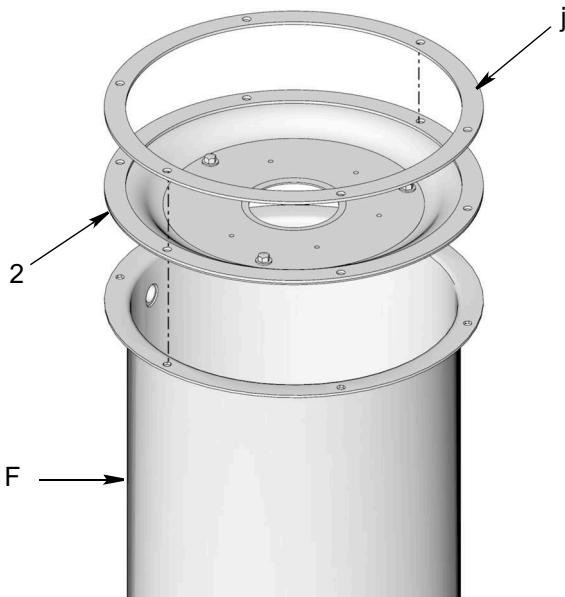

図 6
1. ダイアフラム (2) をリザーバー (F) (図 6) に合わせ、ダイアフラムの縁にある穴をリザーバーの上部の穴に合わせます。ダイアフラムの正しい方向については 図 6 を参照してください。
**注:** ダイアフラム (2) には 6 個のバルブがあります (図に示されてはいません)。ダイアフラムが適切に取り付けられている場合は、バルブは下に向きます。
2. ステップ 6、ページ 5 で取り外したガスケット (j) をダイアフラム (2) (図 6) に取り付け、ガスケットの穴を、ダイアフラムの縁にある穴に合わせます。